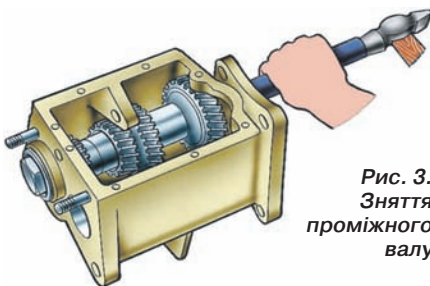

Рис. 3. Зняття проміжного валу
8. Відверніть спеціальним ключем гайку переднього підшипника проміжного валу і вийміть проміжний вал разом з підшипником назад (рис. 3). При цьому шестерні приводу II і III передач знімуться з валу.